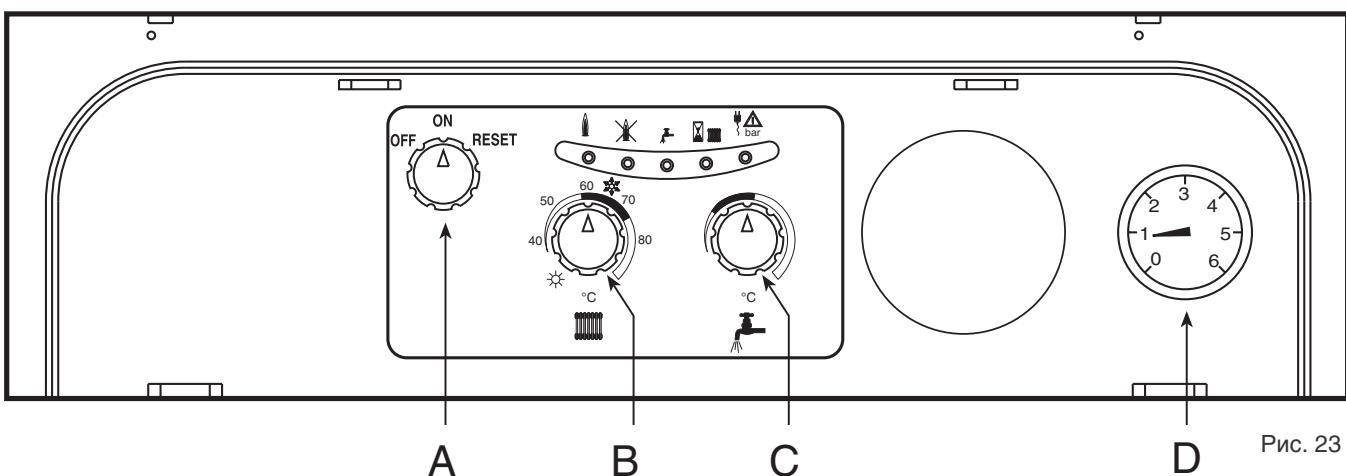

Рис. 23
### "ЗИМА" (Рис. 23)
### "ЛЕТО" (Рис. 23)
После этого необходимо выбрать режим работы котла: отопление и ГВС или только ГВС. Если выбран первый режим работы: отопление + ГВС, установить ручку В (рис. 23) в положение "ЗИМА" что соответствует значению выше 50°C и задайте необходимое значение на термостате помещения. После этого произойдет розжиг горелки, и котел будет работать в автоматическом режиме, контроль выполняется регулирующими и предохранительными приборами.
Если же выбран второй режим работы: только ГВС, установить ручку В(рис. 23) на позицию "ЛЕТО": с этого момента котел готов к автоматической работе.
**Замечание** - Если после корректного завершения процедуры запуска, не происходит розжиг и котел отключается, подождите 15 секунд, потом поверните ручку А (рис. 23) в положение "RESET". Перезапуск электронного блока управления, приведет к повторению цикла запуска. Если после второй попытки, не будет происходить розжиг, обратитесь к разделу "Устранение неисправностей"
Регулирование температуры воды системы отопления производится путем поворота соответствующей ручки (рис. 23 - дет. 2). При повороте ручки по часовой стрелке температура воды отопления возрастает, против часовой стрелки - снижается. Температура может варьироваться от минимального 35°C до максимального 85°C. Рекомендуем не эксплуатировать котел при температуре ниже чем 45°.